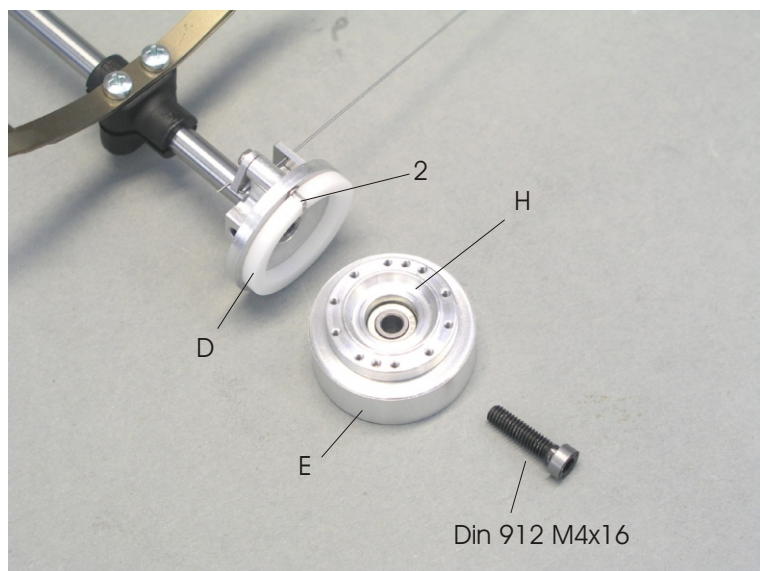

Bild 12
Stecken sie bitte den Bremsring (D) wie im Bild 12 gezeigt, mit dem Schlitz auf den Bremsexzenter (2).